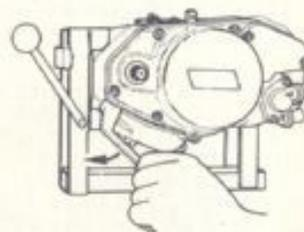

FIG. 12 Rimozione vite
- 8) **RIMUOVERE** la vite arresto scorrevole messa in moto (vedi fig. 12).